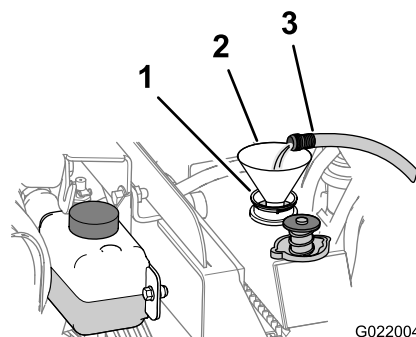

Figura 142
- B. Llene el radiador con agua limpia (Figura 142).